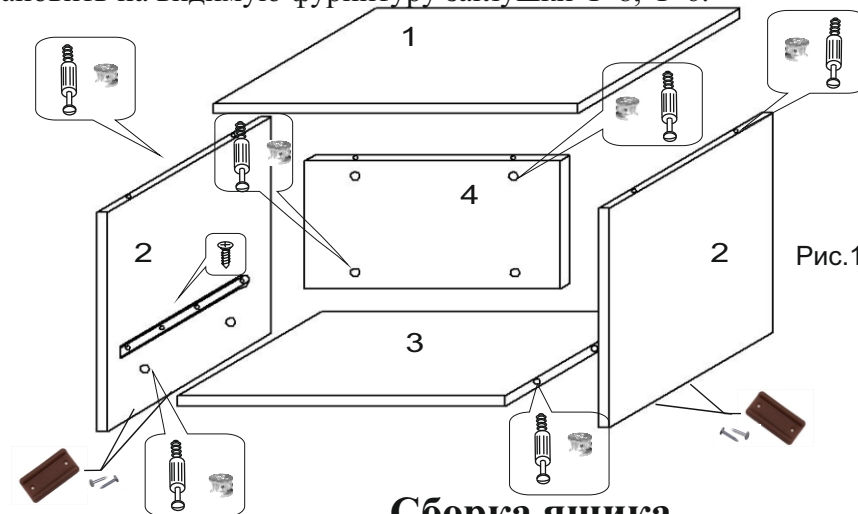

Рис.1. Сборка тумбы
1. Перед сборкой необходимо вернуть винты эксцентриков Ф-3 в отверстия Ø5 с помощью отвертки в дет. 1,2, в отверстия на пласти Ø15 вставить эксцентрики Ф-4 в дет. 2,3,4 (рис. 1). Прибить к нижним торцам боковин (дет. 2) подпятники Ф-12 с помощью гвоздей Ф-9.
2. К боковинам прикрутить направляющие ящиков Ф-10 с помощью саморезов Ф-1 (рис. 1)(см. раздел Установка направляющих)